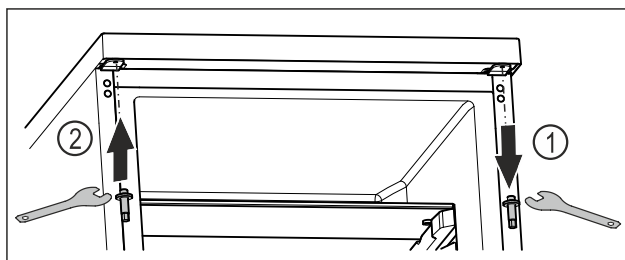

Fig. 18
- Lironi bulonat e sipërm me çelësin e jashtëm kriket. Fig. 18 (1)
- Shtrengoni fort bulonat e anës së kundërt me çelësin e jashtëm kriket. Fig. 18 (2)